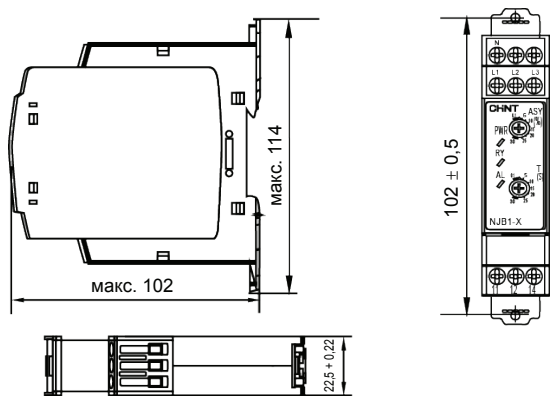

Рис. 1. Габаритные размеры реле NJB1-X
6.2 Габаритные размеры реле NJB1-X: см. рис. 1.
7.1 Положения селекторных переключателей: см. рис. 1.